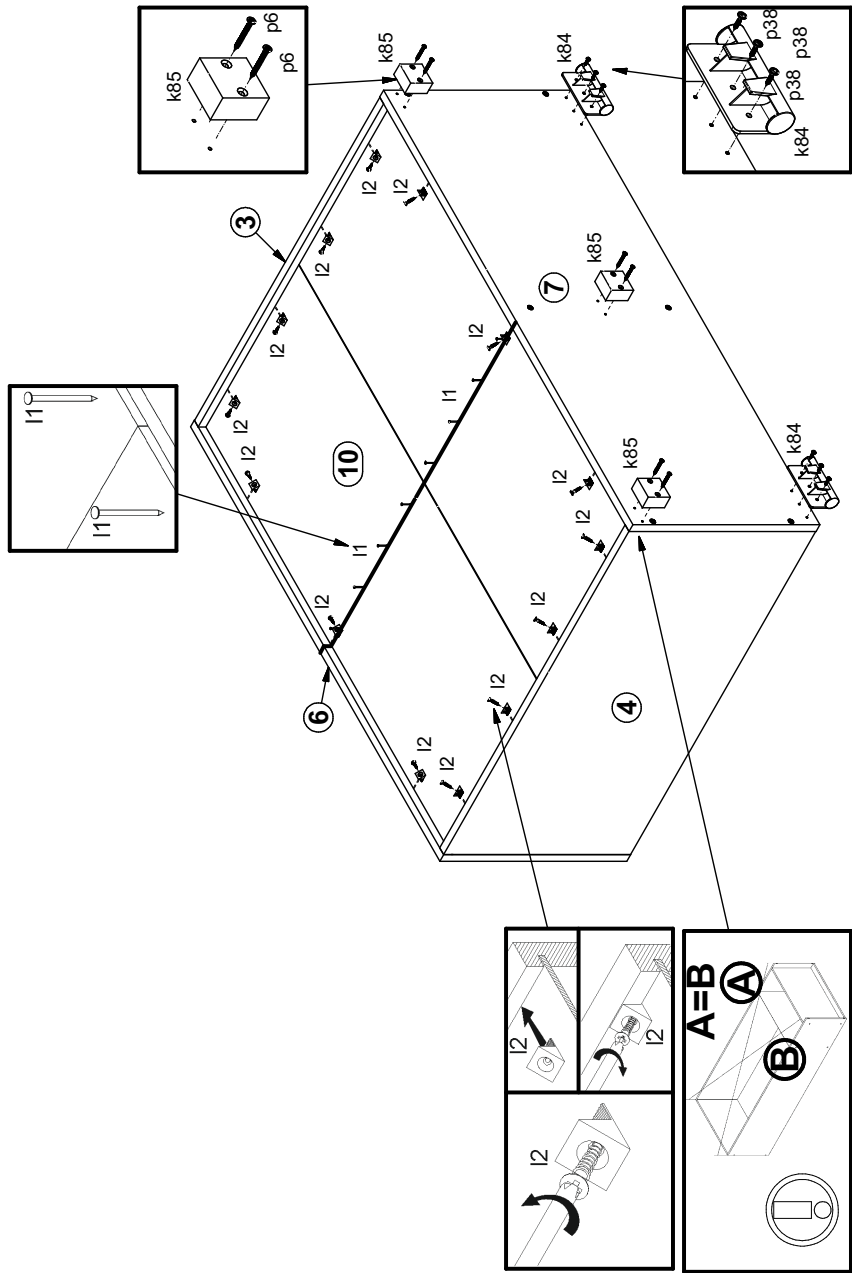

Рисунок 7
4.10. На наружной поверхности щита нижнего 7 при помощи шурупов p6 закрепить ножки пластиковые k85 (см.рис. 7).
4.11. На наружной поверхности щита нижнего 7 при помощи шурупов p38 закрепить ножки пластиковые k84 (см.рис. 7).
4.12. Положить корпус тумбы фасадными кромками вниз на ровную поверхность и выровнять его, измеряя рулеткой расстояние между противоположными углами по диагонали. Расстояния должны быть равными. Закрепить стенку заднюю 14 на корпусе изделия элементами крепления задней стенки l2 и гвоздями l1 с шагом 80-120 мм (см. рис. 7).